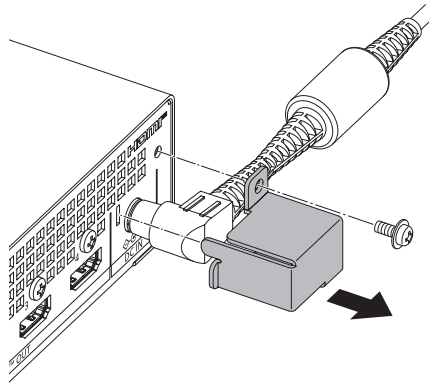

Fig. 1
1) Koble til strømledningen og vekselstrømadapteren (fig. 1).
1) Fjern festebraketten for vekselstrømadapteren (fig. 1).